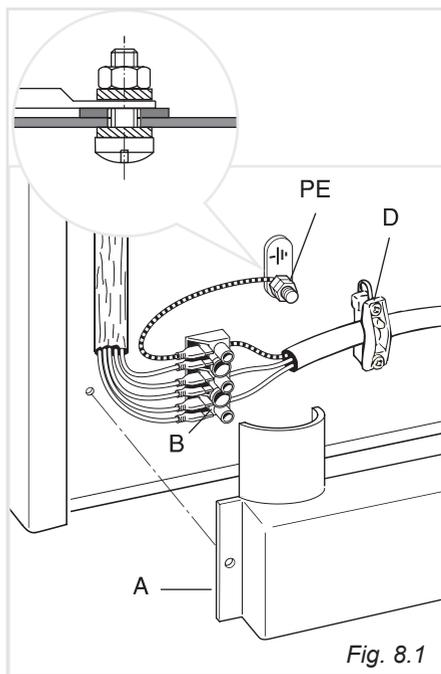

Fig. 8.1
- Svitare le viti di fissaggio della protezione "A" dietro la cucina (Fig.8.1).
- Infilare nel fissacavo "D" il cavo di alimentazione di sezione adeguata come descritto nel capitolo "Sezione del cavo di alimentazione" (Fig. 8.1).